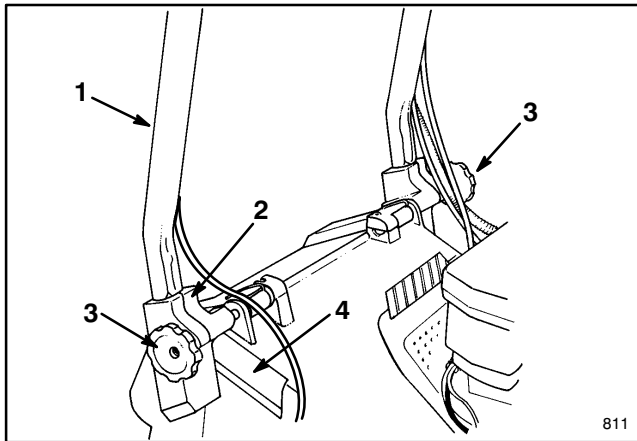
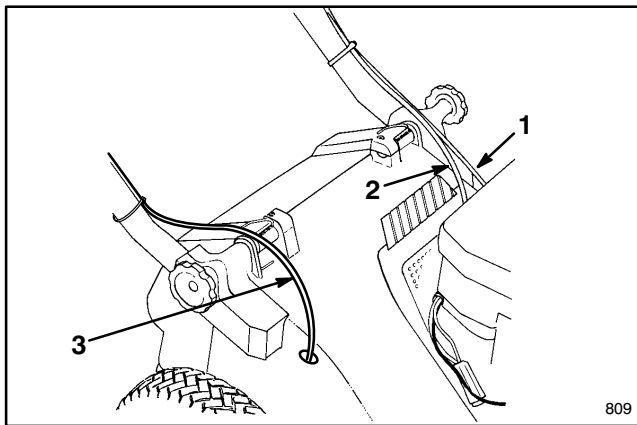

Abbildung 1
Abbildung 2
1. MONTAGE — Drehknöpfe auf der Gestängehalterung locken (Abb. 1).
3. Die Enden der Griffstange in die Locher der Gestängehalterung schieben bis sie sicher gehalten werden (Abb. 1). Sicherstellen, daß sich die Kabel über der Montagehalterung befinden (Abb. 2).
4. Den Griff und die Gestängehalterungen nach hinten schwenken bis die Rastklinken sicher in den Gehäuserasten gehalten werden (Abb. 2).